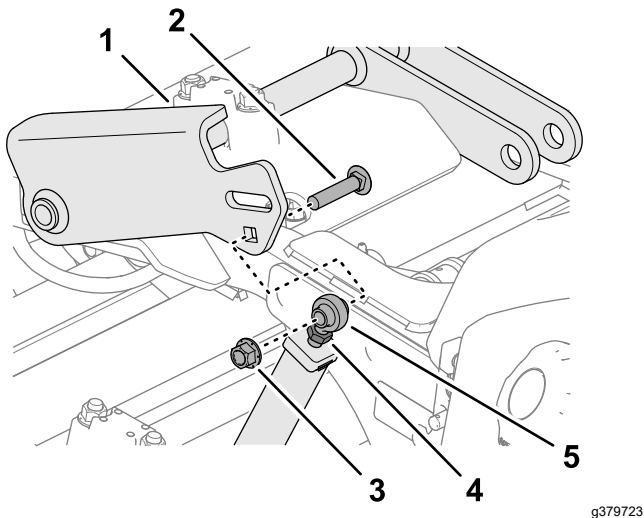

Figure 52
3. Desserrez l'écrou de blocage qui fixe le côté tige à la tringle de levage (Figure 52).